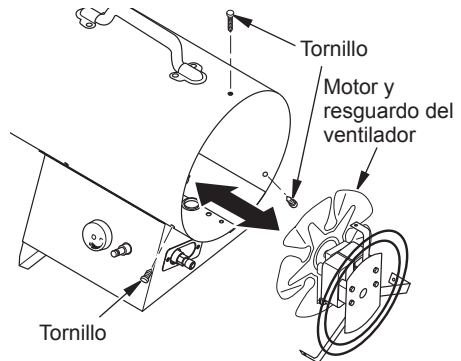

Figura 9 - Desmontaje/reemplazar del motor y el resguardo del ventilador del calentador
2. Extraiga de la cubierta del calentador el motor y el resguardo del ventilador (consulte la figura 9).
14. Inserte tres tornillos a través de la cubierta del calentador y hacia el interior del resguardo del ventilador (consulte la figura 9, página 30). Apriete los tornillos firmemente.
2. Extraiga de la cubierta del calentador el motor y el resguardo del ventilador (consulte la figura 9, página 30).
8. Coloque el motor y el resguardo del ventilador en la parte posterior de la cubierta del calentador. Asegúrese que el cable de alimentación esté situado correctamente (consulte la figura 9, página 30).